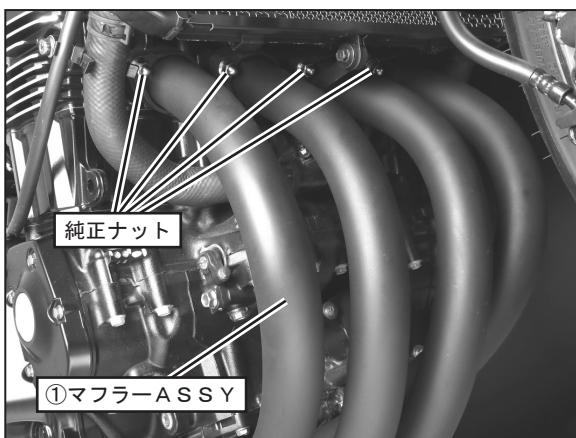

FIG. 8
• フランジ・口金には向きがあります。口金はツバのある方がフランジ側になるように取り付けて下さい。フランジの取り付け向きは、FIG. 8を参照して下さい。
(FIG. 8, 9参照)